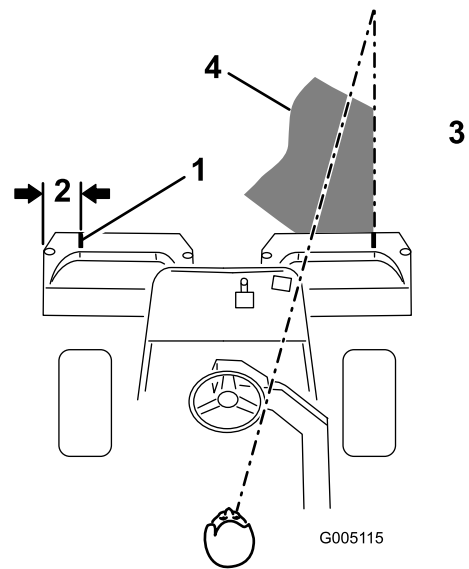
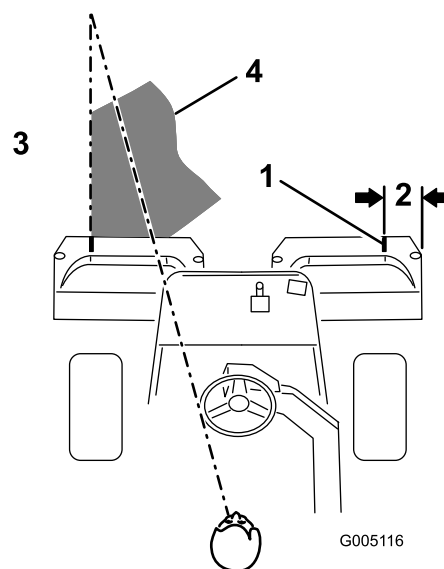

Bild 40
Bild 41
2. Bringen Sie einen Streifen weißes Isolierbands an jedem Korb an, oder zeichnen Sie eine Linie. Das Isolierband bzw. die Linie sollten parallel mit der äußeren Kante jedes Korbs verlaufen (Bild 40).
3. Wenn Sie zurückfahren, sollte der neue Mähgang den ersten ein klein wenig überlappen. Damit Sie in einer möglichst geraden Linie über die Grünfläche fahren können und einen gleichmäßigen Abstand zum zuvor gemähten Rasenstück einhalten können, sollten Sie sich eine imaginäre Sichtlinie ungefähr 1,8 bis 3 m vor der Maschine bis zum Rand des noch ungemähten Teils der Grünfläche vorstellen (Bild 40 und Bild 41). Manche Leute finden es auch hilfreich, die äußere Kante des Lenkrads in die Sichtlinie mit einzubeziehen, d.h. sie halten das Lenkrad in einer Linie mit einem Punkt, der immer im gleichen Abstand von der Vorderseite der Maschine bleibt (Bild 40 und Bild 41).